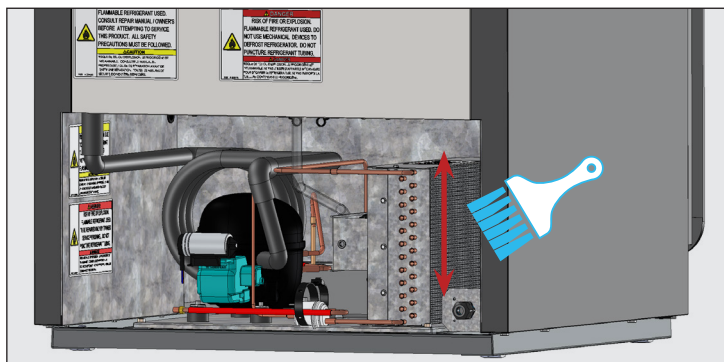

Fig. 3. Ne brossez jamais perpendiculairement aux ailettes du serpentin.
3. Avec une brosse à poils raides, nettoyer soigneusement les débris accumulés sur les ailettes du serpentin de condenseur avant. Voir Fig. 3.